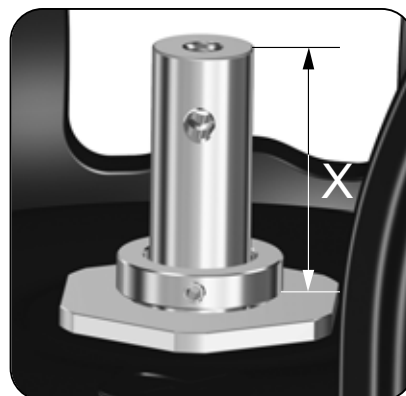

Рис. 4 Измерение значения высоты X
8. Установите подъемное оборудование на фонарь (1a), а фонарь (1a) — на крышку головной части (2).
9. Смажьте резьбу шпилек (26).
10. Установите шайбы (66a) и гайки (36) и затяните гайки (36) крест-накрест с указанным моментом затяжки. См. разделы 4.1 *Моменты затяжки* и 4.2 *Смазочные материалы*.
12. Установите верхнее уплотнение вала (105) в крышку (2). См. раздел 4.1 *Моменты затяжки*.
13. Убедитесь, что значение высоты X составляет 71 ± 2 мм. См. рис. 4.